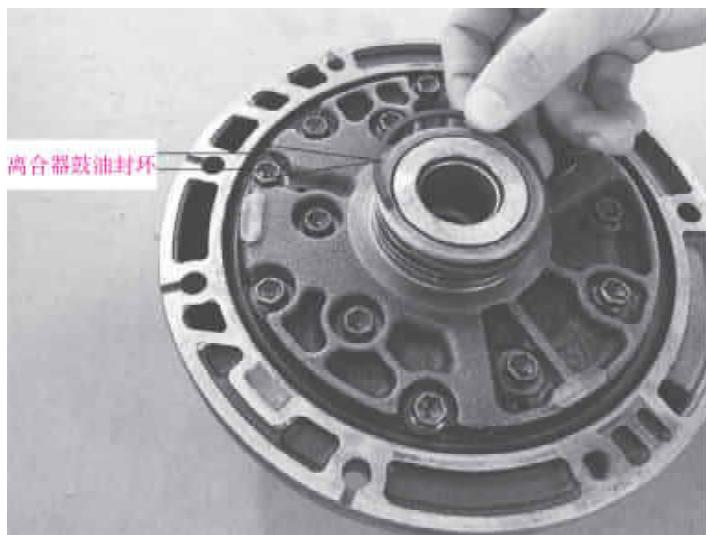

图 3-13 安装油封
(7) 安装离合器鼓的油封环到导轮轴背侧,注意不必要时不要打开油封外端头部,安装油封环后,检查它们是否能够平滑移动,如图 3-13 所示。